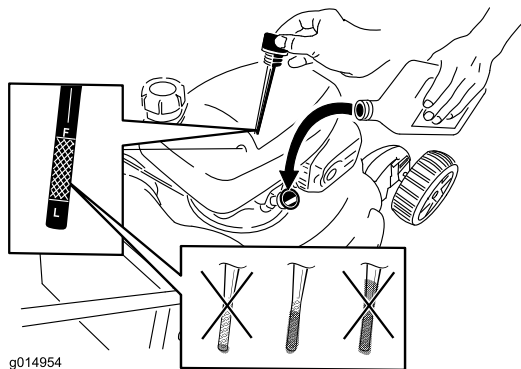

Bild 6
- Ziehen Sie den Peilstab heraus (Bild 6).
- Füllen Sie das Öl **langsam** in den Einfüllstutzen ein, um den Ölstand auf die Marke **Voll** am Peilstab anzuheben (Bild 6). **Füllen Sie nicht zu viel ein.** (Max. Füllstand: 0,59 l, Typ: Waschaktives SAE 30-Öl mit der Klassifizierung SF, SG, SH, SJ, SL oder höher durch das American Petroleum Institute (API).)